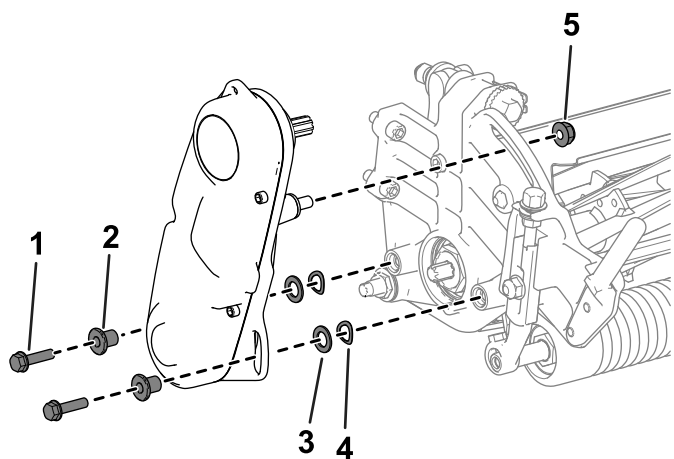

Figura 44
2. Rimuovete la bulloneria che fissa il gruppo di rotazione del cilindro alla piastra laterale (Figura 44).
3. Rimuovete il gruppo di trasmissione del cilindro, le rondelle piane, le rondelle elastiche e i distanziali dalla piastra laterale (Figura 44).